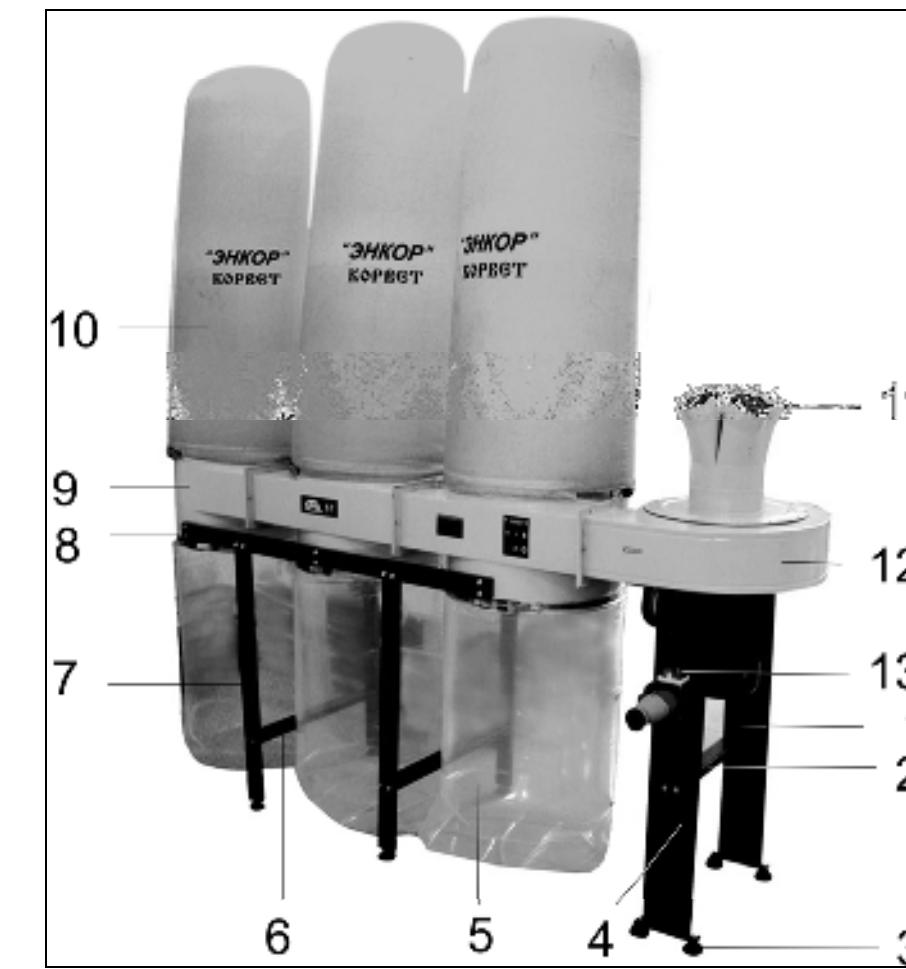

Рис. 2
ВНИМАНИЕ: Перед включением пылесоса в розетку, всегда нужно удостоверится, что кнопки магнитного пускателя (13) Рис.2 находятся в исправном состоянии.
11.1 Пылесос рассчитан на работу с четырьмя деревообрабатывающими станками (строгальными, пилами и т. п.) и соединяется с ними шлангами диаметром 100 мм через переходник входной (11) Рис. 2. При необходимости работы пылесоса с одним или двумя деревообрабатывающими станками, шланги с неиспользуемых каналов переходника входного снять, а каналы закрыть крышками.